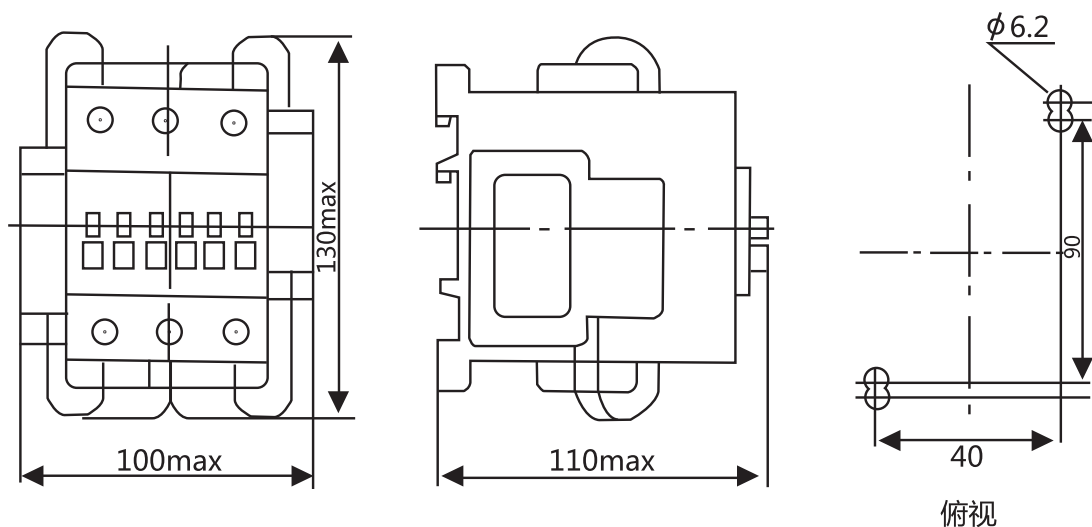

图2©
4.3 外形及安装尺寸见图2：CJX8-25C见图2①；CJX8-30C见图2②；CJX8-50C.63C.75C见图2③。